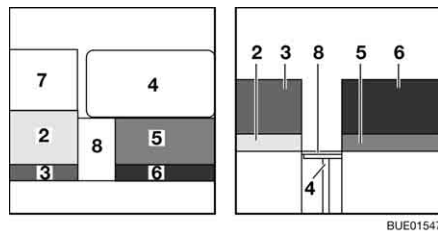

Fig. 143 Pendant la transformation
- Faire pivoter la rallonge du coffre de siège (Fig. 143,8) vers le haut et l'accrocher au siège Vario.
- Faire pivoter la rallonge du siège Vario (Fig. 143,7) vers le haut et l'accrocher.